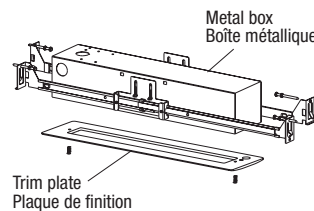

Fig. 8c
3. Unscrew and remove trim plate from metal box (Fig. 8c).
3. Dévisser et retirer la plaque de finition de la boîte métallique (Fig. 8c).